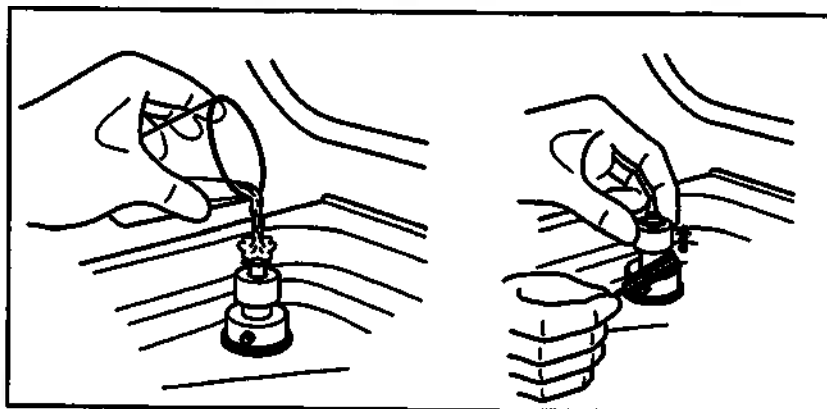

Рис. 6.34
4. Под струёй чистой воды произведите очистку стержня переключателя при использовании щётки и др. При этом вручную перемещайте чёрный поплавок вверх и вниз, производя тщательную чистку вокруг стержня, затем повторно промойте поплавковый переключатель под струёй чистой воды (см. рис. 6.34).